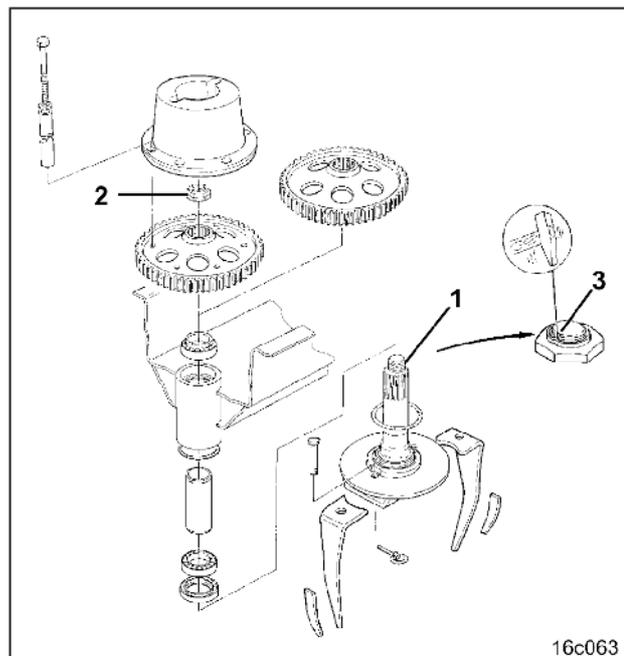

Fig. 159
Einzelne ausgebaute Werkzeugträgerwellen nach Figur (Fig. 159) in der Stirnradwanne montieren. Vor der Montage dieser Werkzeugträgerwellen sind die in der Stirnradwanne verbliebenen Werkzeugträgerwellen zuerst in Grundstellung (siehe Kap. 14.9.2) zu bringen. Danach erfolgt der Einbau entnommener Werkzeugträgerwellen nach Figur (Fig. 157).
**Nur AMAZONE-Kreiselgrubber sind mit Distanzhülsen (Fig. 159/2) ausgerüstet.**
Wurden alle Werkzeugträgerwellen zur Reparatur aus der Stirnradwanne entfernt, beginnt die Montage nach Figur (Fig. 159) mit der ersten Werkzeugträgerwelle außen links. Diese erste Werkzeugträgerwelle ist nach der Montage in Grundstellung zu stellen. In Grundstellung steht bei allen Maschinen die äußerste linke Werkzeugträgerwelle in „0°-Position“. Die Zinken stehen in „0°-Position“ quer zur Fahrtrichtung.
Zum Ausbau eines Lageraußenringes (Fig. 159/5) werden benötigt:
Stirnradbefestigungsmuttern (Fig. 159/3) auf die Werkzeugträgerwellen (Fig. 159/1) aufschrauben, festziehen und sichern. Entnehmen Sie der Tabelle (Fig. 160) das Anzugsmoment der Stirnradbefestigungsmuttern.
Kragens der Stirnradbefestigungsmuttern (Fig. 159/3) in die Sicherungsnut (Fig. 159/4) der Werkzeugträgerwelle (Fig. 159/1) einschlagen.
Stirnradbefestigungsmutter (Fig. 159/3)